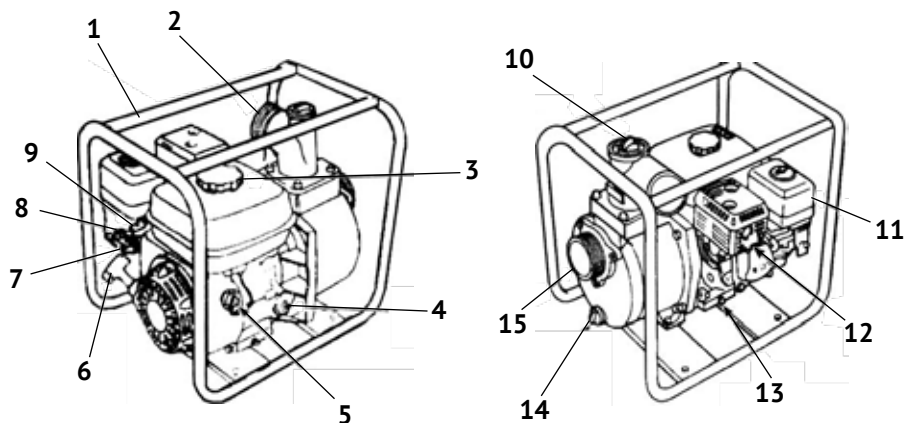

рис.1
2.4 Общий вид мотопомпы представлен на рис.1
Выкрутите пробку-щуп из маслозаливной горловины (рис.1 поз.4) и залейте в картер масло необходимой марки до нижнего края горловины, как показано